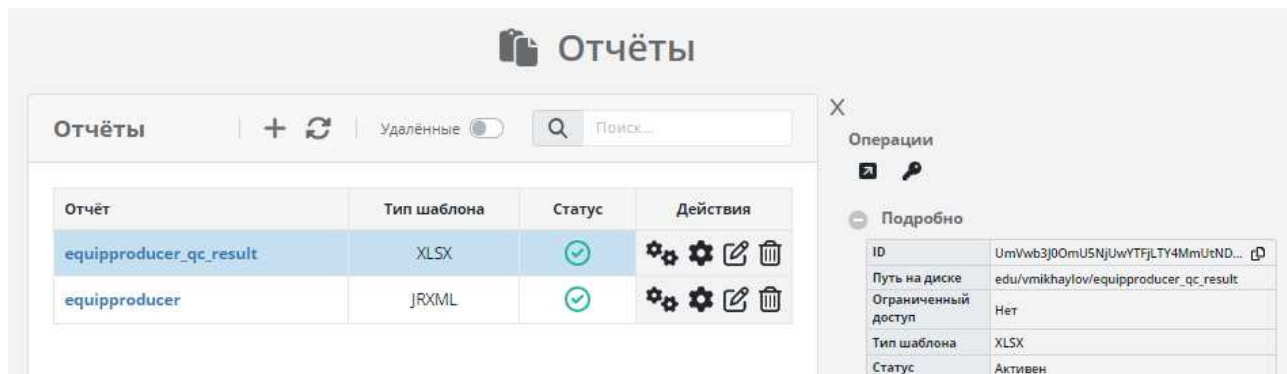

Рисунок 33. Детальная информация по отчету
1) Для открытия формы токена по отчёту необходимо отобразить правую панель с детальной информацией, кликнув по строке отчёта (Рисунок 33);